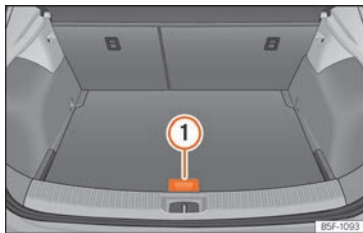

Abb. 145 Gepäckraum: variabler Boden
- Heben Sie den variablen Gepäckraumboden am Haltegriff »» **Abb. 145 1** an, ziehen Sie ihn und drücken Sie ihn zur Rücksitzlehne, bis der bewegliche Teil des Bodens auf diesem ruht.